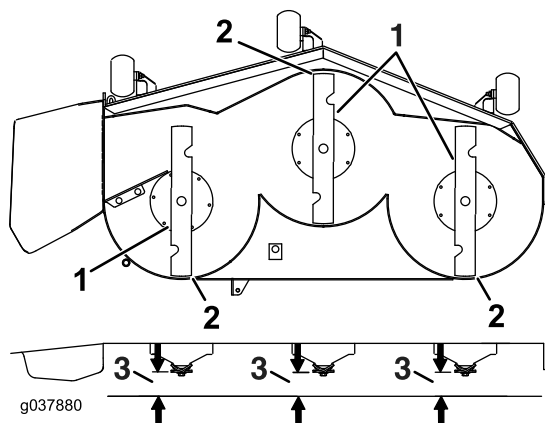

Figura 84
7. Compruebe el nivel longitudinal de la cuchilla (Figura 84). Asegúrese de que la punta de la cuchilla delantera está más abajo que la punta de la cuchilla trasera, como se muestra en *Altura de bloque y soporte*. Si se requieren ajustes, siga con este procedimiento.